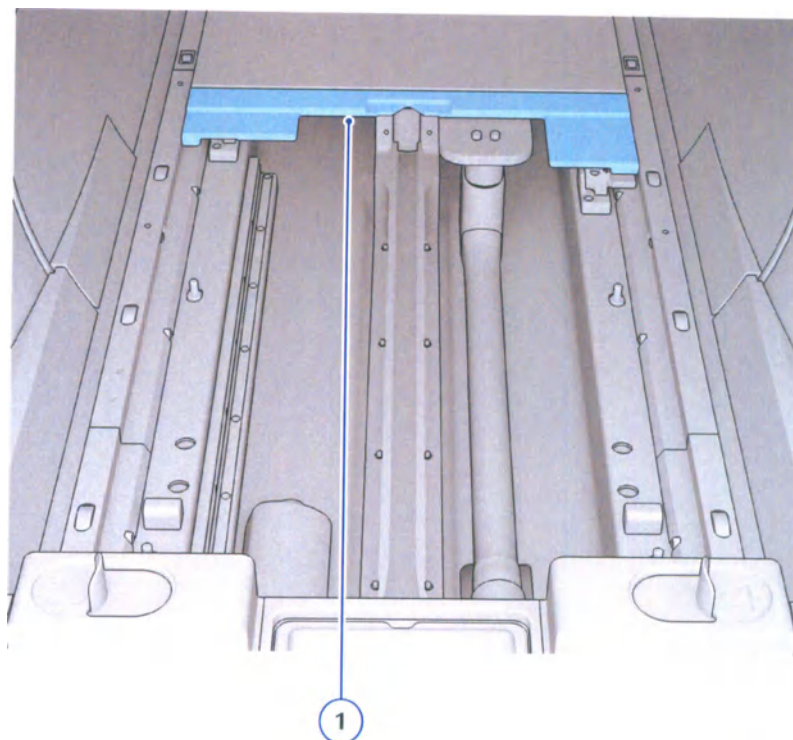
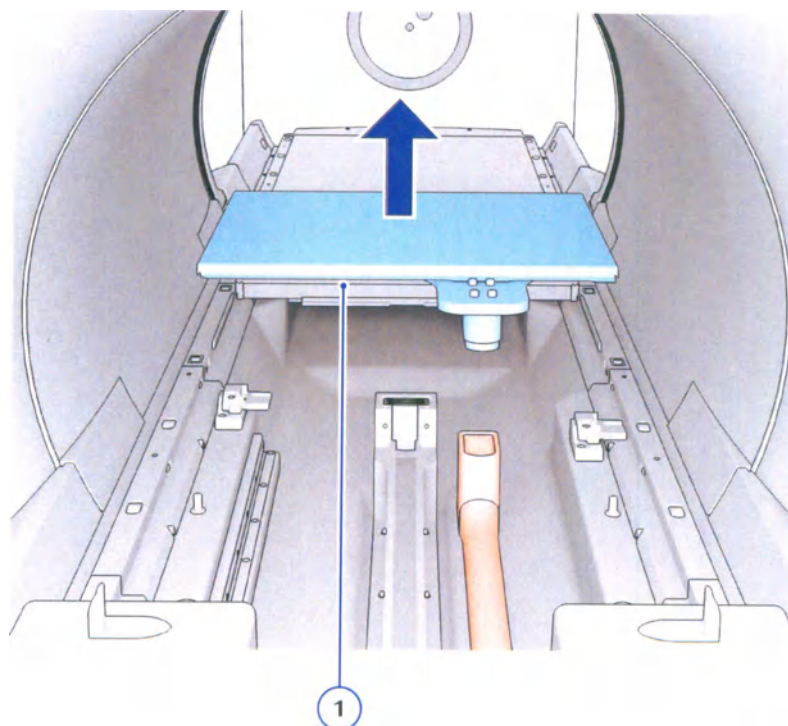
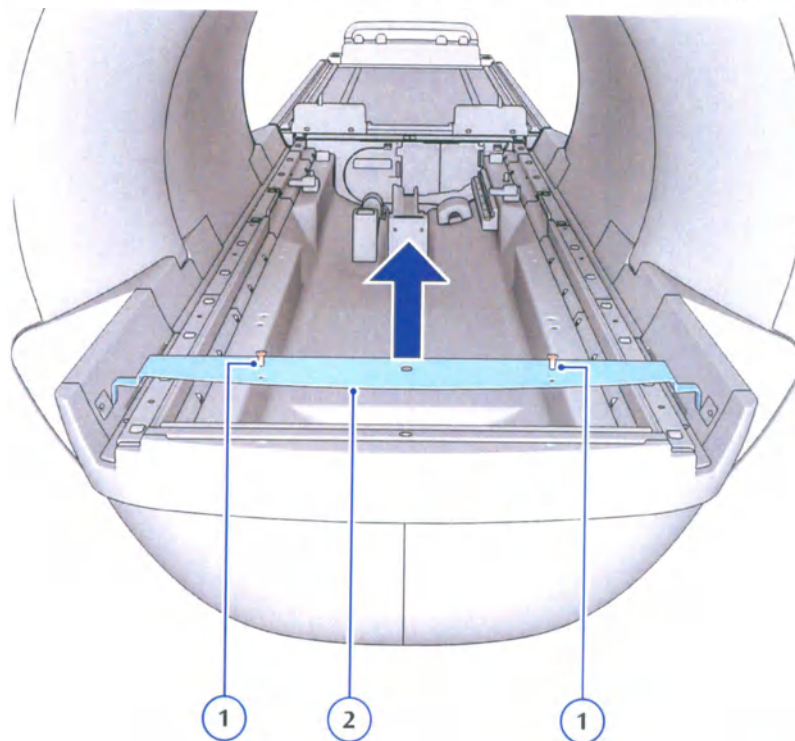
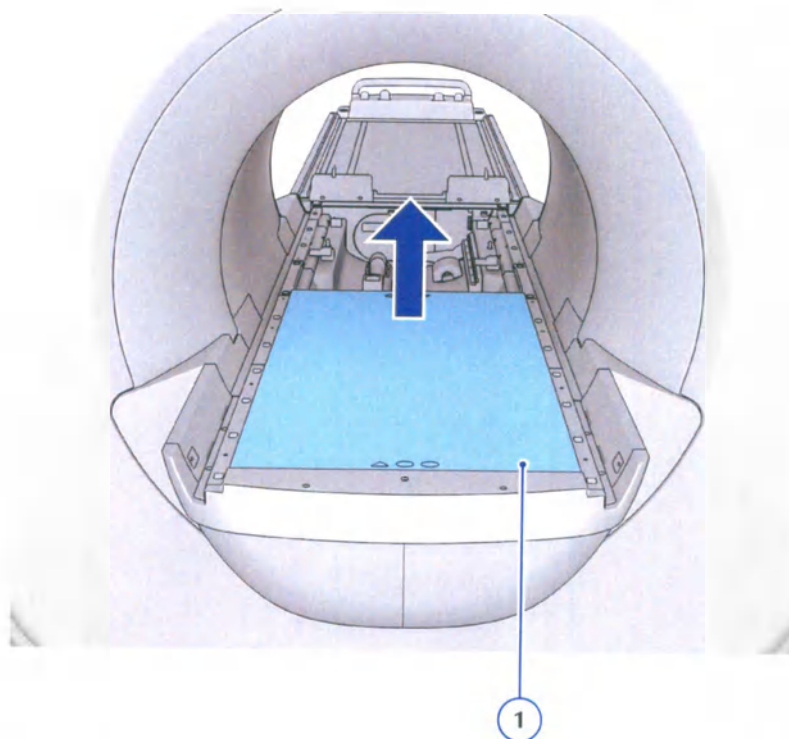

Рис. 7.72 Крышка регулировки зазора
Рис. 7.73 Задняя катушка
Рис. 7.74 Удерживающая пластина
Рис. 7.75 Передняя крышка моста
Перед очисткой внутренних поверхностей моста снимите крышки (см. Рис. 7.69, Рис. 7.72, Рис. 7.74 и Рис. 7.75) и заднюю катушку (см. Рис. 7.73).
- (1) Задняя катушка
- 6 Снимите переднюю крышку моста (см. Рис. 7.75).